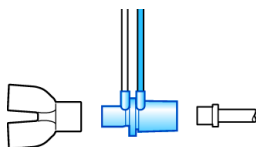

图 5-9. 安装婴儿流量传感器
1. 在呼吸管路的 Y 管和病人连接之间插入流量传感器（图 5-9）。